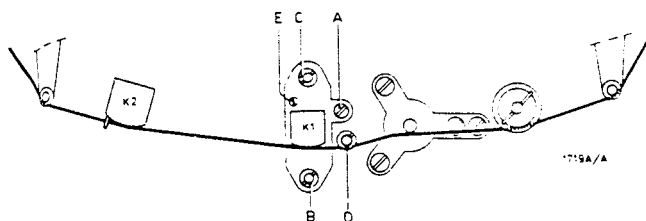

Fig. 5
A. EINSTELLUNG DES AUFNAHME-/WIEDERGABE- UND LOCHSKOPFES (Fig. 5)
- Die Lehre in das Gerät legen, wie in Fig. 5 angegeben ist